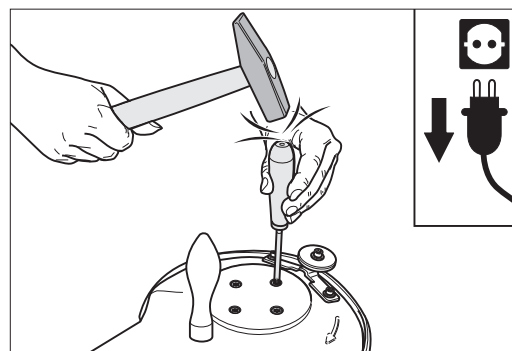

Abb. 65: Mit einem geeigneten Schraubenzieher **mit durchgängiger Klinge** und leichten Hammerschlägen die Schrauben der Schleiftellerlagerung lösen.
- 8 Setzen Sie einen geeigneten Schraubenzieher **mit durchgängiger Klinge** an den Schrauben der Schleiftellerlagerung an. Lösen Sie diese mit leichten Hammerschlägen auf den Schraubenzieher (Abb. 65)!